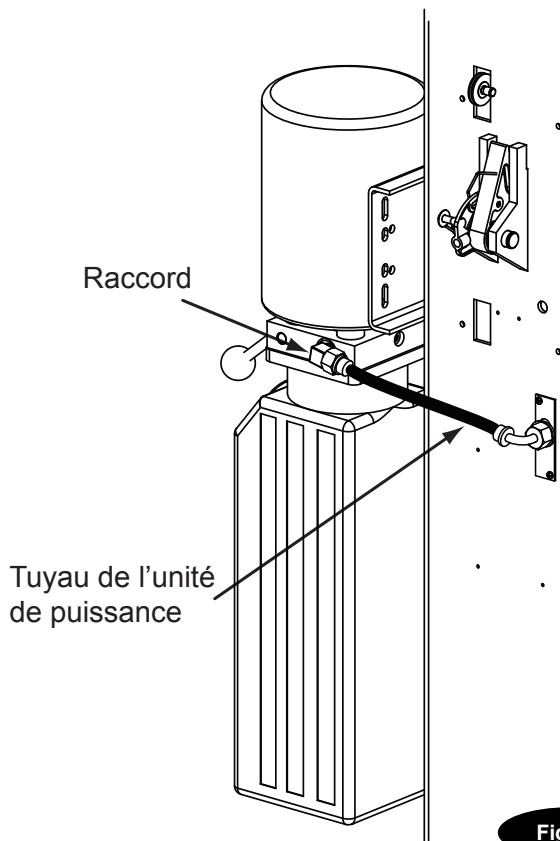

Fig. 13
1. Connecter l'extrémité libre du deuxième tuyau le plus court (2), du paragraphe 3 au vérin, du côté de l'unité de puissance, (1). Passer le tuyau dans le canal à l'intérieur de la colonne.
3. Faire passer l'extrémité libre du tuyau le plus long (3), du paragraphe 3, à travers les colliers de serrage (9) et le canal. Ensuite, le connecter au vérin du côté esclave.
4. Extraire l'extrémité du tuyau restant (4) de la colonne et la connecter au raccord sur l'unité de puissance fig. 13.